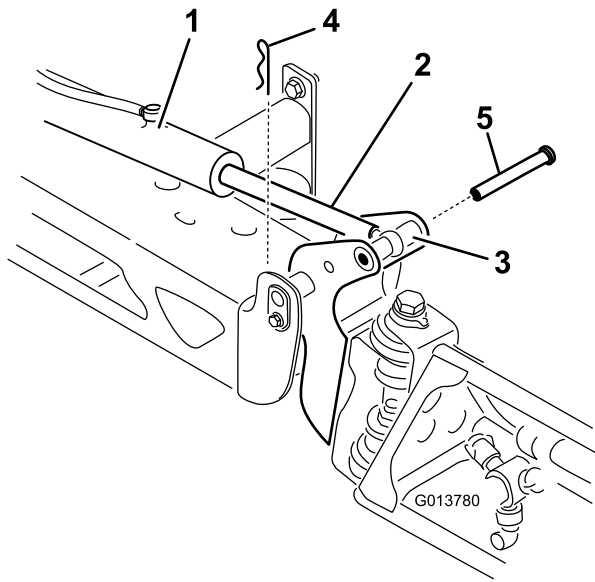

图37
2. 从枢轴销（图37）上拆下开口销。
3. 提起喷洒臂、然后拆下柱销（图37）。慢慢将喷洒臂降落到地面上。
7. 支撑住喷洒臂、将柱销插入喷洒臂枢轴和提升器杆（图37）。